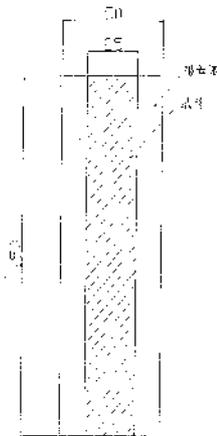

図1
注（1）図柄については、付図1・付図2を参照
- (1) 本体の表面には、土中に長期埋設しても変色のないような方法で付図1及び付図2に示す事項を連続印刷する。
- (2) シートは上水道管と工業用水道管に区分し、その図柄は付図1及び付図2のとおりとする。
- (3) 文字及び年号の字体は、角ゴシック体とする。
- (4) 埋設年シールに印刷する年号は、製造年の西暦か、本市の指示する西暦による。